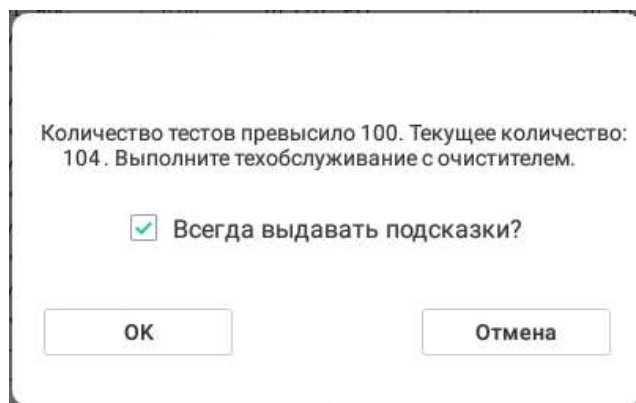

Рис. 5-8
1. Выполнение техобслуживания с очистителем: введите значение; когда совокупное количество измерений достигнет входного значения, анализатор предложит выполнить техническое обслуживание с очистителем при запуске измерения, как показано на рис. 5-8.